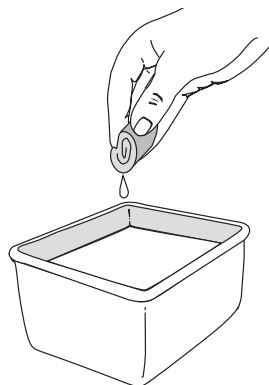

Fig. 26
3. Lavez le filtre dans un mélange d'eau et de détergent (Fig. 26). Rincez le filtre abondamment. Essorez l'excédent d'eau. Laissez sécher complètement.